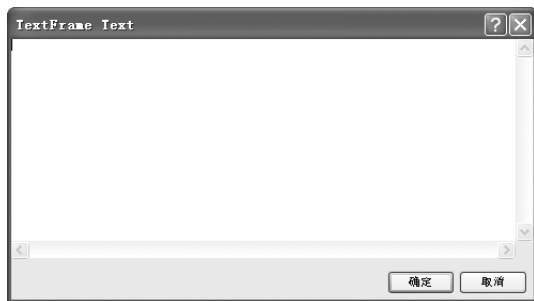

图 3-61 文本内容编辑对话框
- 文本：用于输入文本内容。单击下方的 **改变...** 按钮，系统将弹出一个文本内容编辑对话框，用户可以在里面输入文字，如图 3-61 所示。